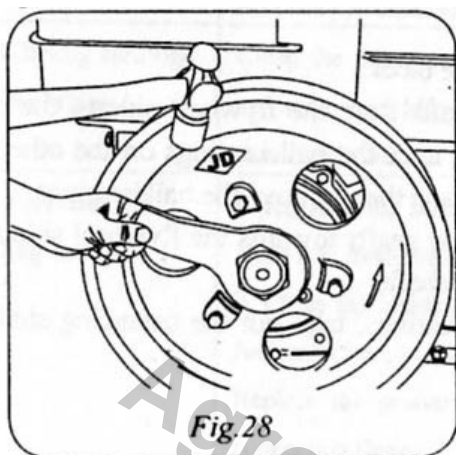

Рис.28
3. Ослабьте гайку маховика специальным гаечным ключом (осторожно ударяйте молотком по ключу), но не сорвите резьбу (рис.28).